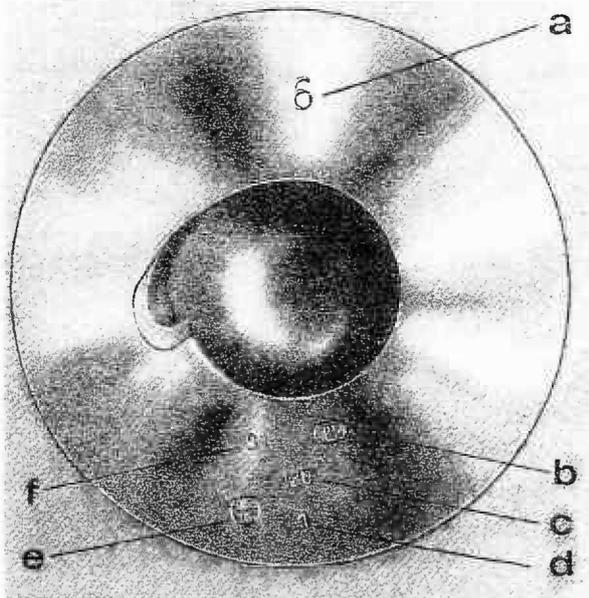

Abb. 75 Kennzeichnung des Kolbens
- Beachten, daß das Ausgleichgewicht am kleinen Pleuelauge entgegengesetzt der Schnaupe (Bezeichnung der Aussparung im Pleuelboden, in die der Kraftstoffstrahl eintritt, siehe Abb. 75) zu liegen kommt.